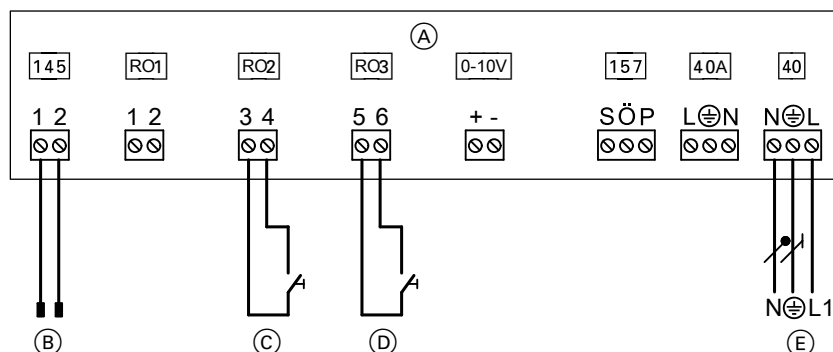

Fig. 37
- La extensia EA1 conform fig. 37